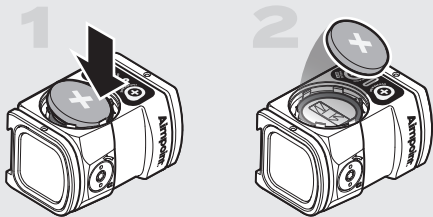

Fig. 2 Rimuovere la pila
- Svitare e rimuovere il tappo della pila (3) con il lato piatto dello strumento Aimpoint (8B).
- In caso di sostituzione della pila, rimuovere la pila scarica dal vano pila premendo con cautela su un bordo come mostrato in Fig. 2.